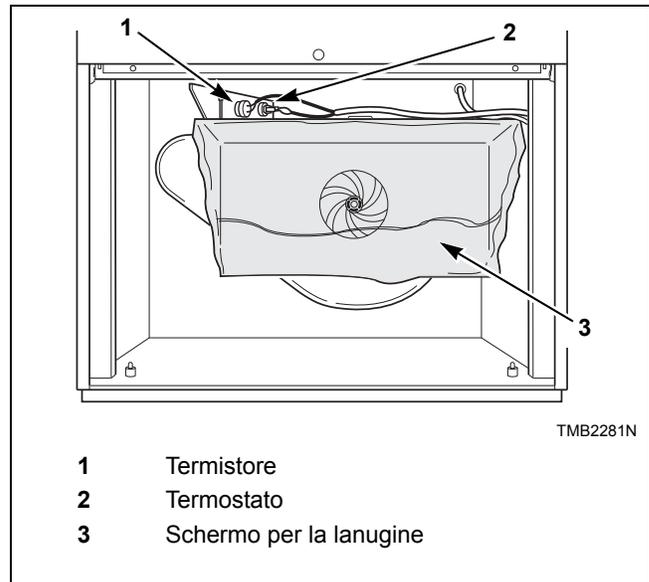

Figura 52
- e. Togliere la lanugine dal termostato di limite alto e dal termistore nell'armadietto. Consultare la *Figura 52*.